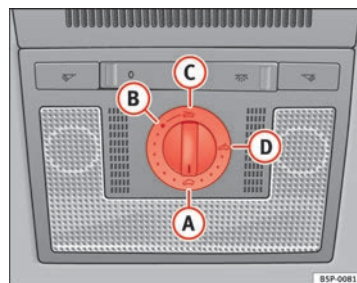

Fig. 70 Détail du ciel de pavillon : commande rotative du toit ouvrant coulissant/relevable
- Tournez la commande rotative en position **(A)** ⇒ fig. 70 ⇒ ⚠.